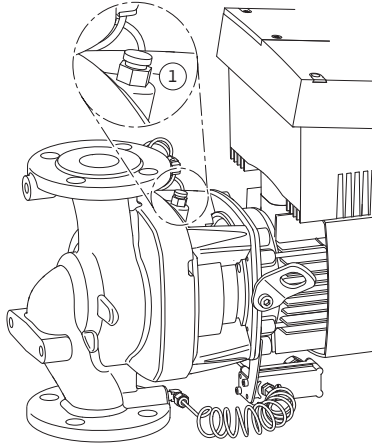

Fig. 47: Hava tahliye valfi
- Hava tahliye valflerini (Fig. 47, Poz. 1) gevşeterek pompaların havasını boşaltın. Pompanın kuru çalışması mekanik salmastrayı tahrip eder. Fark basıncı sensörünün havası boşaltılmamalıdır (tahrip olma tehlikesi).